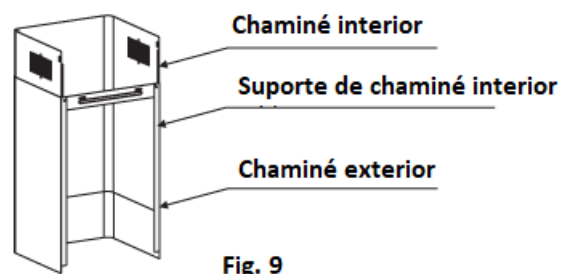

Fig. 9
- Instale o suporte da chaminé exterior na chaminé exterior assegurando-se de que o interior da chaminé possa subir e descer livremente (fig. 9).